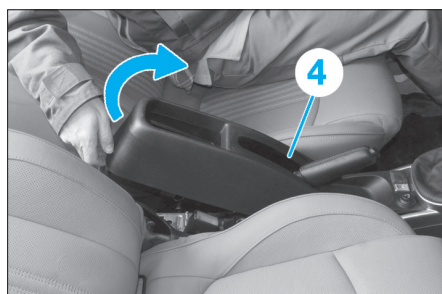
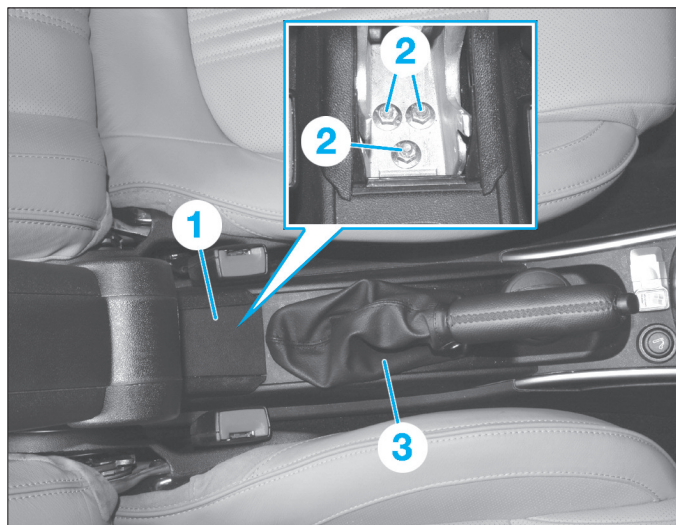

Fig. 23
Fig. 22
- Si le véhicule est équipé d'un accoudoir central (Fig.22) :
- dégrafer la trappe (1),
- déposer les trois écrous (2),
- Dégrafer le soufflet (3) du levier de frein à main.
- Dégrafer la garniture supérieure (4) de console centrale de plancher (Fig.23).
- Débrancher le ou les connecteurs de la garniture supérieure (4).